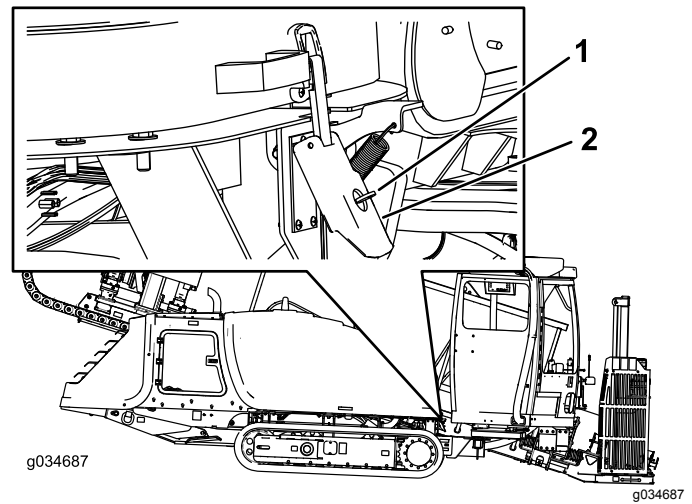

Bild 69
2. Heben Sie den Riegel an, wie in Bild 69 abgebildet.
Hinweis: Stellen Sie sicher, dass der Schlüssel in der OFFEN-Stellung (horizontal) ist, wie in Bild 69 abgebildet.